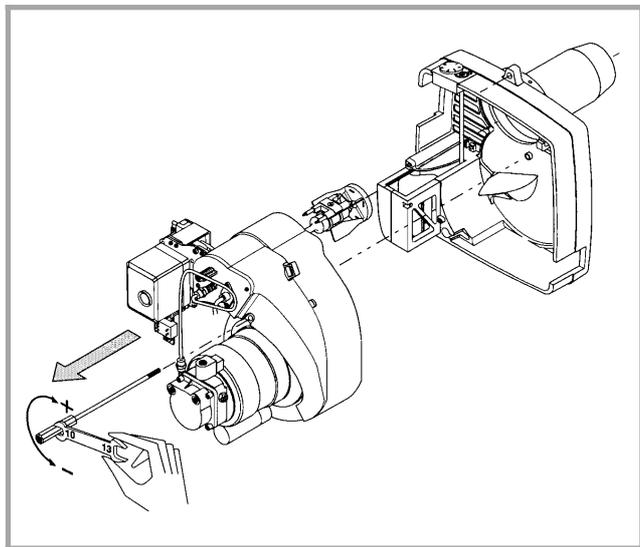

Figure 20 - Démontage du brûleur
**Outillage :** Clé mâle de (4 et 3), tournevis cruciforme moyen, clés plates de (10), clé à pipe de 16 ou clé de gicleur.
- Déposer la volute et la suspendre (fig. 20 et 22)